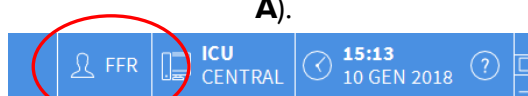

Fig. 7
- Cliquer sur le bouton **Utilisateur** présent sur la barre des commandes (Fig. 7 et Fig. 3 A).